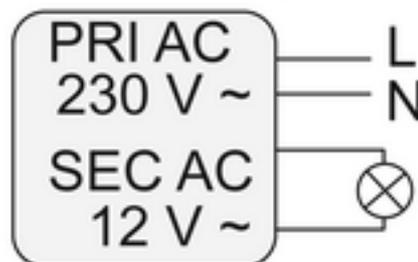
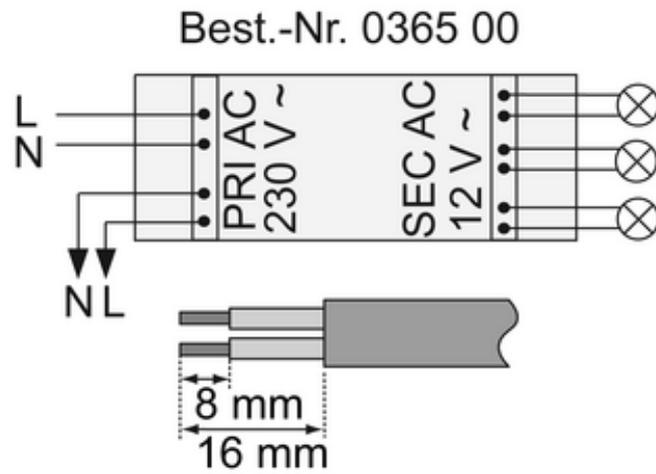
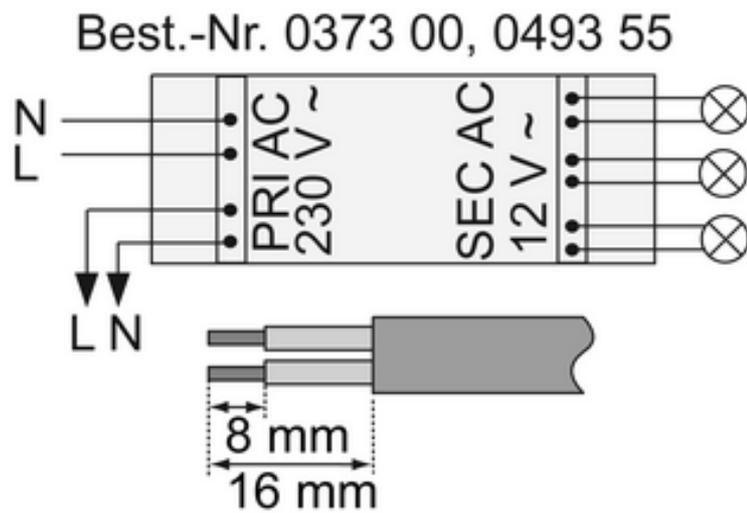
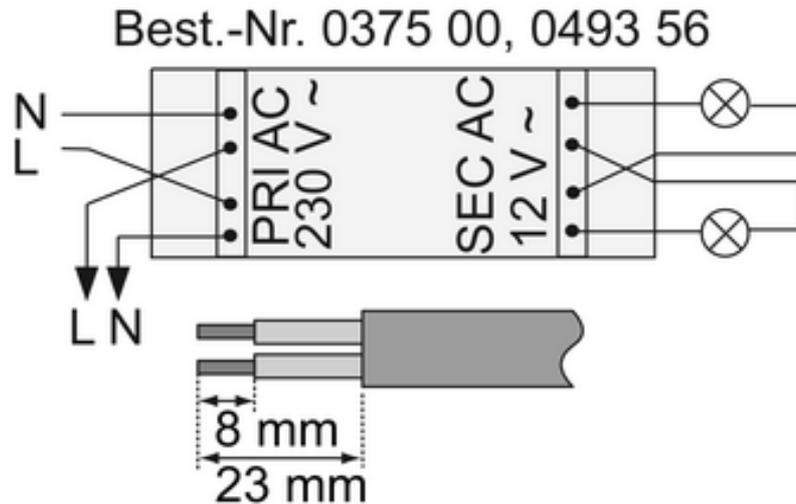

Bild 4
Bild 5
Bild 6
Bild 7
- Tronic-Trafo nach entsprechendem Anschlussplan (Bild 3), (Bild 4), (Bild 5), (Bild 7), (Bild 6) anschließen.